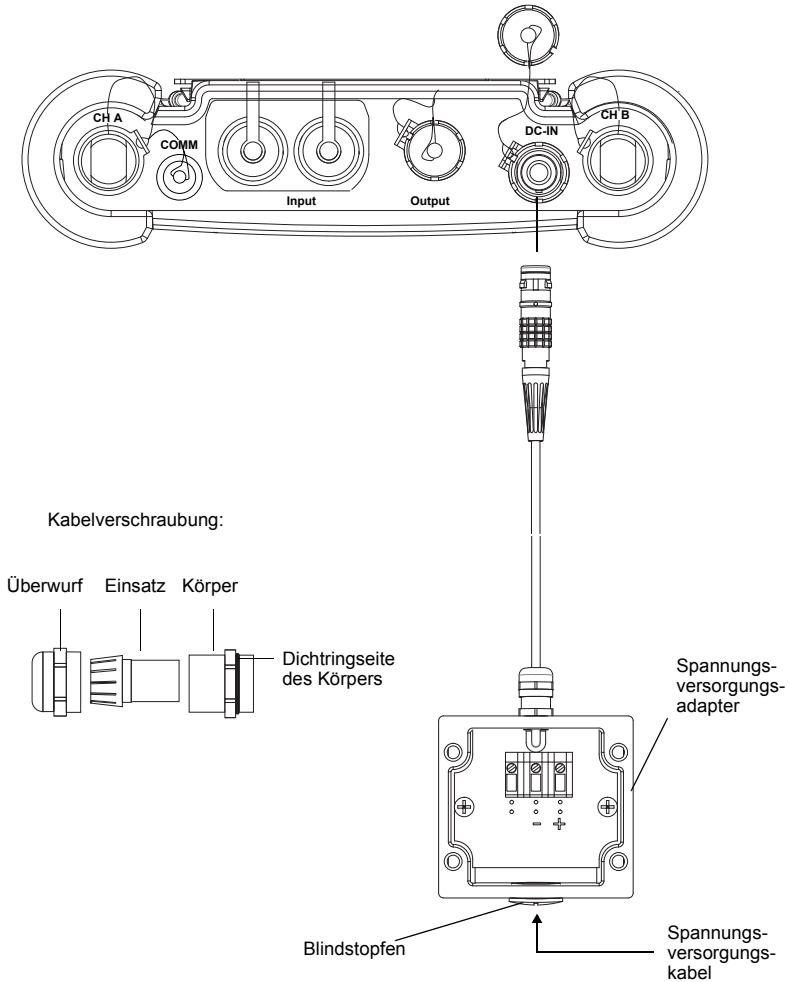

Abb. 7.9: Anschluss des Spannungsversorgungsadapters an den Messumformer FLUXUS F608
- Entfernen Sie den Blindstopfen (siehe Abb. 7.9).
- Schieben Sie das Kabel durch Überwurf, Einsatz und Körper der Kabelverschraubung (siehe Abb. 7.9).
- Schließen Sie das Kabel an die Klemmen des Spannungsversorgungsadapters (siehe Abb. 7.9 und Tab. 7.1).
- Stecken Sie den Stecker des Spannungsversorgungsadapters in die Buchse des Messumformers (siehe Abb. 7.9).